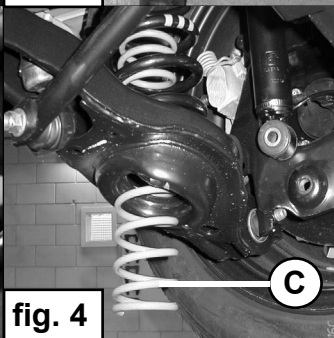

fig. 4
6. Pivotez entièrement le ressort auxiliaire **C** à travers la coupelle inférieure dans le ressort principal. Cf. fig. 4.
6. Vrid in hjälpfjädern **C** genom det nedre fjädersätet hela vägen in i huvudfjädern. Se fig. 4.